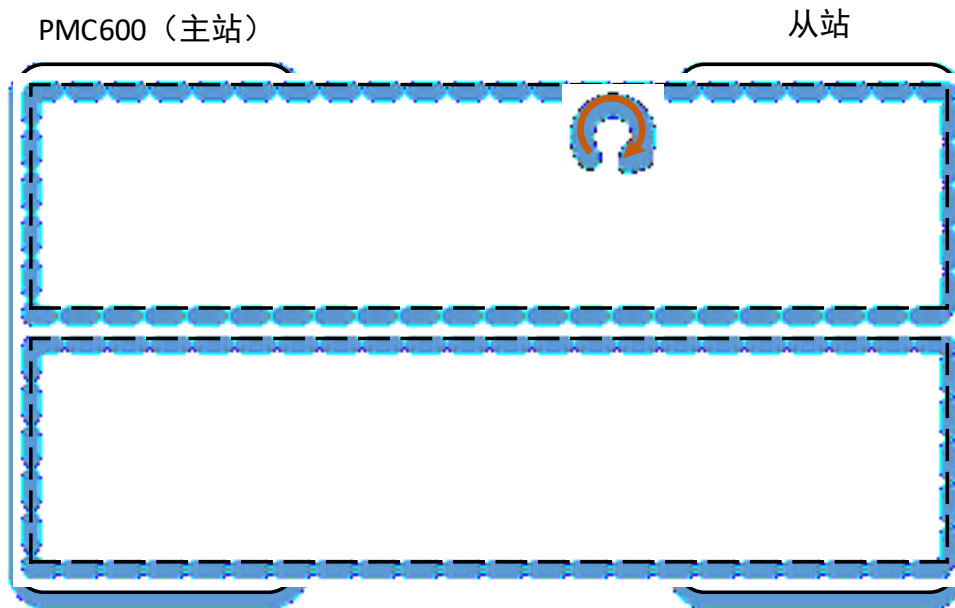

图 2.7 主站与从站的通讯
如图 2.7 所示，PMC 控制器使用 CoE 协议与 EtherCAT 总线上的从站进行信息交换。CoE 中，各种从站拥有的参数、控制信息由名为对象字典 (OD) 的数据规格规定。为了在控制器 / 通信主机和从站之间传达这些数据，可使用以固定周期进行实时信息交换的过程数据对象 (Process Data Objects: PDO) 和在任意时间传输信息的服务数据对象 (Service Data Objects: SDO)。